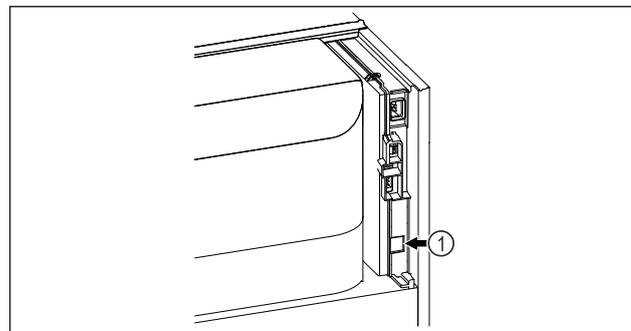

Fig. 139
- Se utiliza SmartModule Fig. 139 (1).